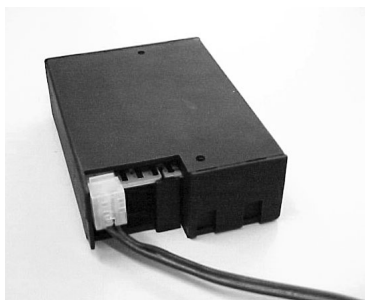

fig. 8
- Schuif de witte stekker van het aansluitsnoer achterop de printplaat van de ontvanger (fig. 8).